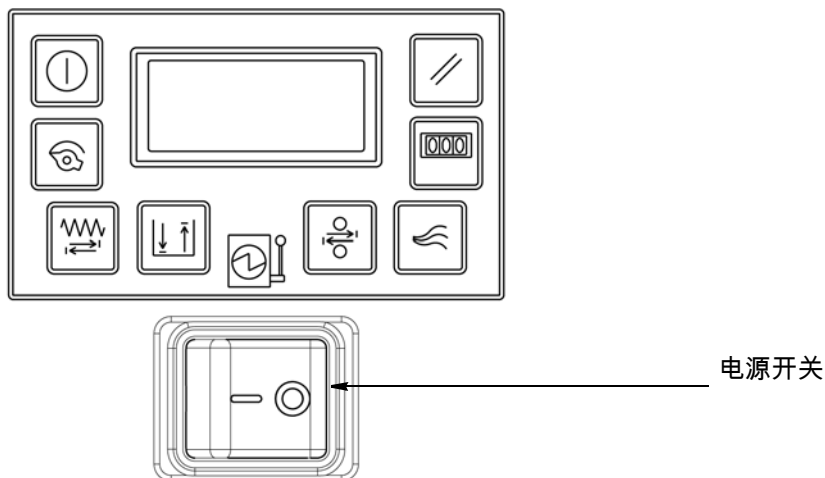

图 13
4. 按“电源”按钮 (参见图 13)。
3. 按“电源”按钮。参见图 13。